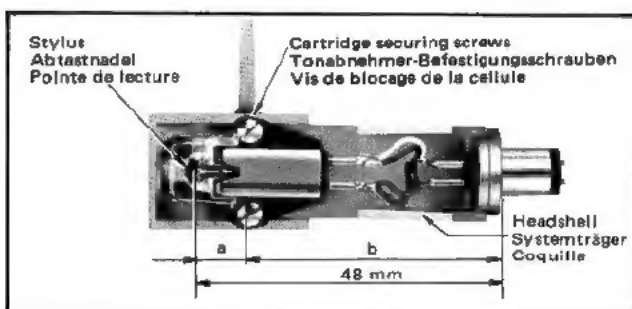

Fig. 6 Abb. 6
3. Overhang adjustment (Fig. 6)
3. Überhangabstimmung (Abb. 6)
3. Réglage de la distance axe/pointe de lecture (Fig. 6)